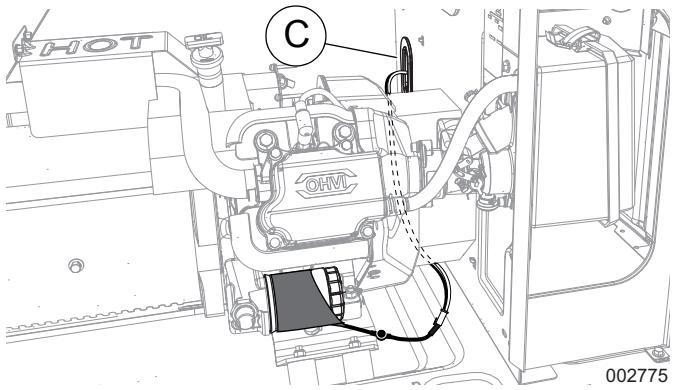

Рисунок 4. Прокладывание проводов обогревателя (9 кВт)
- Вставьте разъем в одно из гнезд Y-образного жгута (B).
- См. Рисунок 4. Протяните подводящие провода и пустое гнездо Y-образного жгута под двигателем и через изолирующую втулку жгута (C) в разделительной панели двигателя.